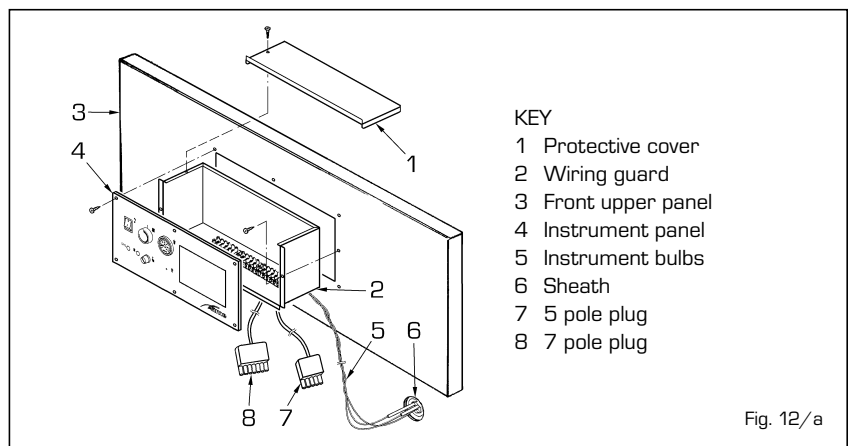

Fig. 12/a
2.13 ASSEMBLING THE CONTROL PANEL (fig. 12/a)